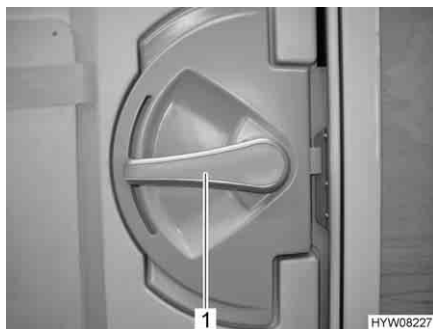

Fig. 26 Serrure de la porte cellule, à l'intérieur
- Ouvrir :* ■ Appuyer sur la poignée de la porte (Fig. 26,1) vers le bas.
- Verrouiller :* ■ Tourner la poignée de la porte (Fig. 26,1) d'env. 45° vers le haut et la laisser dans cette position.